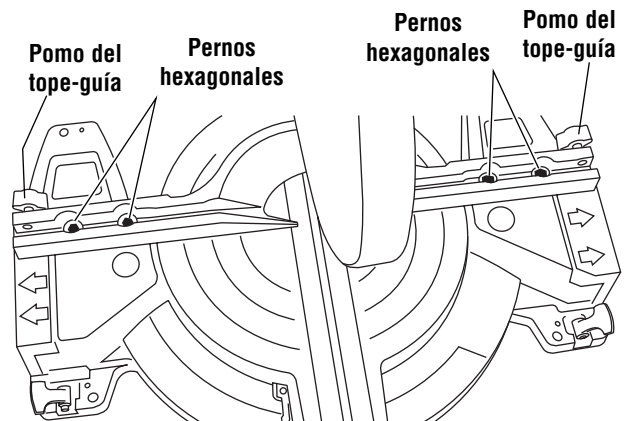

Figura 2. Ajuste del tope-guía
- c. Afloje los cuatro (4) pernos hexagonales ubicados detrás del tope-guía, utilizando la llave universal (Figura 2).
- e. Apriete los cuatro (4) pernos hexagonales.